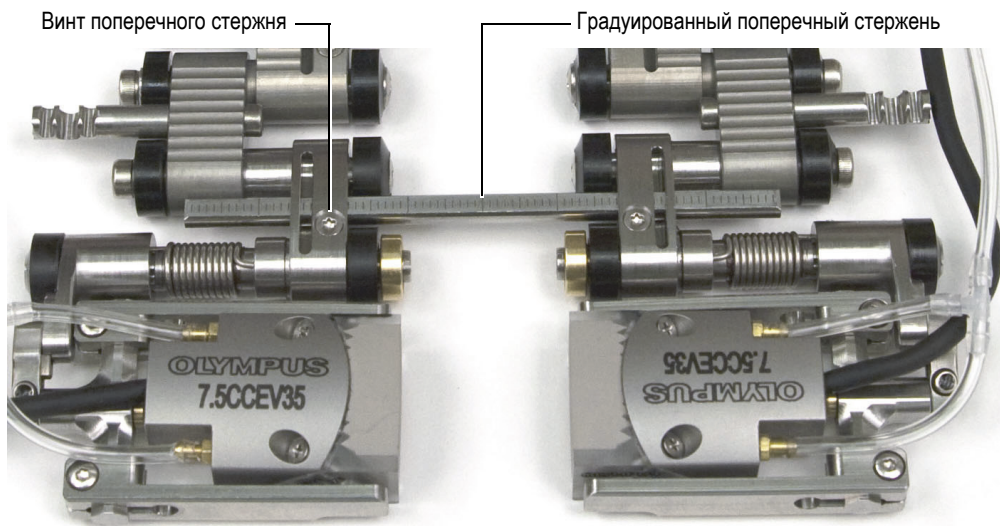

Рис. 2-21 Градуированный поперечный стержень
- (1) Вставьте один поперечный стержень сквозь звенья держателей ПЭП и закрепите стержень в нужном положении с помощью винтов.
- (2) Вставьте второй поперечный стержень сквозь штепсельные звенья, расположенные в центре сканера; закрепите стержень с помощью винтов.
- (3) Используйте градуировку на поперечных стержнях (см. Рис. 2-21 на стр. 39) для выравнивания расстояния с обеих сторон.
4. При сканировании с использованием раздельно-совмещенного ПЭП, необходимо объединить обе половины сканера (см. Рис. 2-21 на стр. 39):